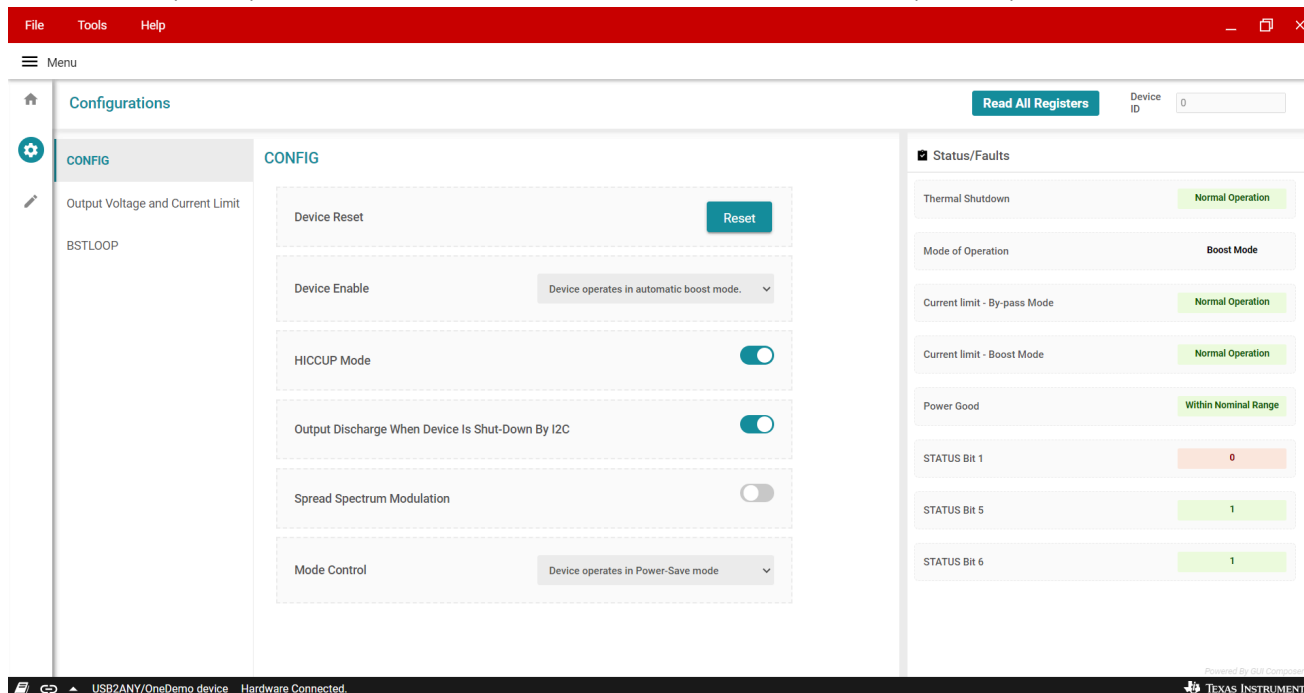

图 3-3. TPS61290EVM 的 GUI 用户界面
4. 选择 **Start** (开始) 按钮。该按钮将显示 TPS61290EVM 的 GUI 用户界面 (图 3-3)。